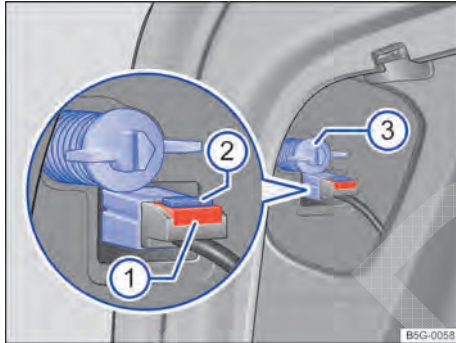

Fig. 209 Lateralmente no compartimento de bagagem: Desinstalar a lanterna traseira.
4.	Retirar o fusível → Fig. 209 ①. Pressionar o bloqueio ② do conector e retirar o conector.
5.	Remover o parafuso de fixação com a mão ③.
12.	Segurar a lanterna traseira na posição de montagem com uma das mãos e rosquear o parafuso de fixação com a outra mão → Fig. 209 ③.
14.	Encaixar o conector no suporte da lâmpada e introduzir o fusível ①.